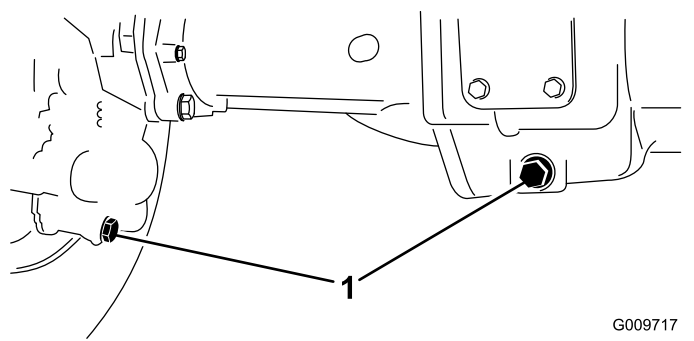

Рисунок 110
2. Очистите область вокруг 3 сливных пробок, по одной на каждом конце и одной в центре (Рисунок 110).